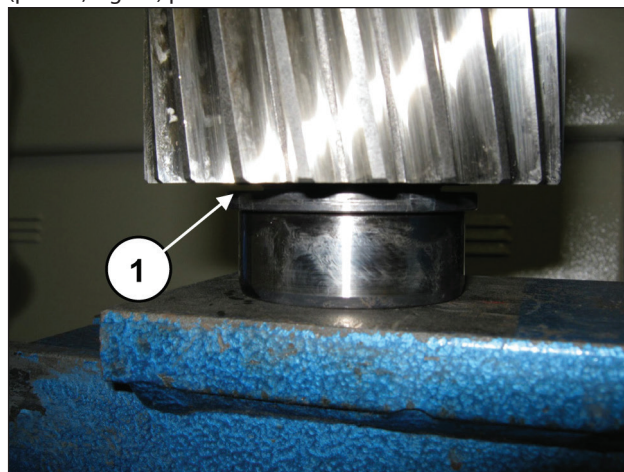

Fig. 82
Prossiga com a montagem do pinhão na tampa do redutor, procedendo da seguinte forma: Pré-monte o anel interno do rolamento 40x90x23 no pinhão (pos. ①, Fig. 82) posicionando-o até o batente.